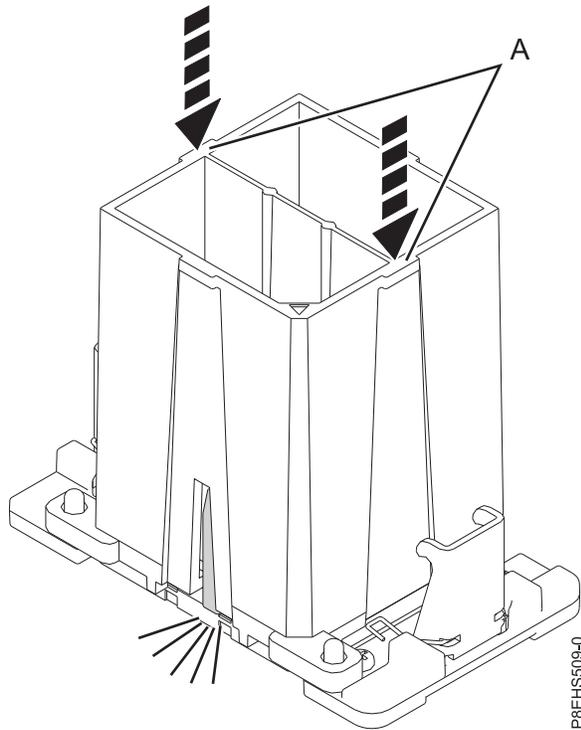

Figure 75. Fixation du module processeur système dans l'outil
- c. L'outil de retrait (A) étant posé sur la partie supérieure du module processeur système, appuyez sur l'outil pour engager le module processeur système dedans, comme illustré dans la figure 75, à la page 69. Assurez-vous que les deux pinces de l'outil sont fixées sur le module processeur système. N'appuyez pas sur les pattes de déverrouillage de couleur bleue, des instructions ultérieures vous inviteront à le faire.